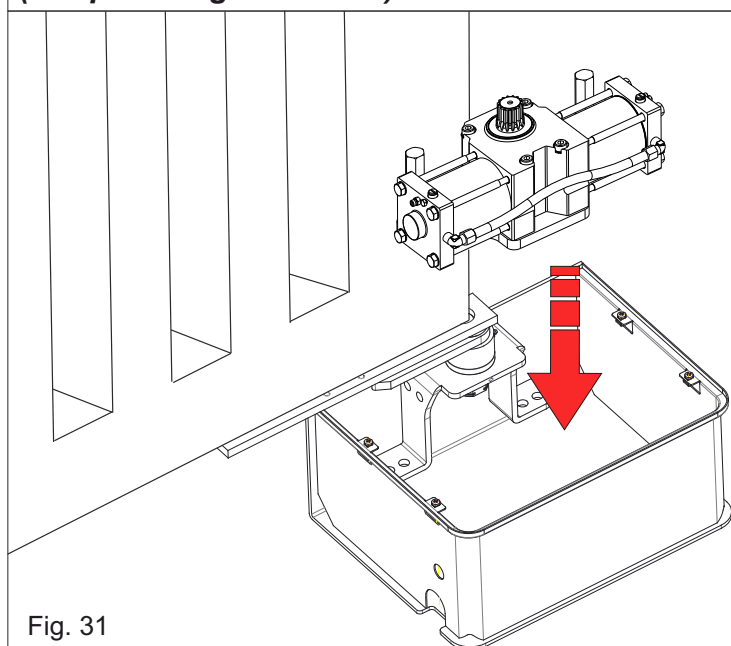

Fig. 31
8.1. Positionner l'opérateur en correspondance du caisson et l'insérer verticalement, attention à le positionner dans la bonne direction, comme indiqué sur la Fig. 31